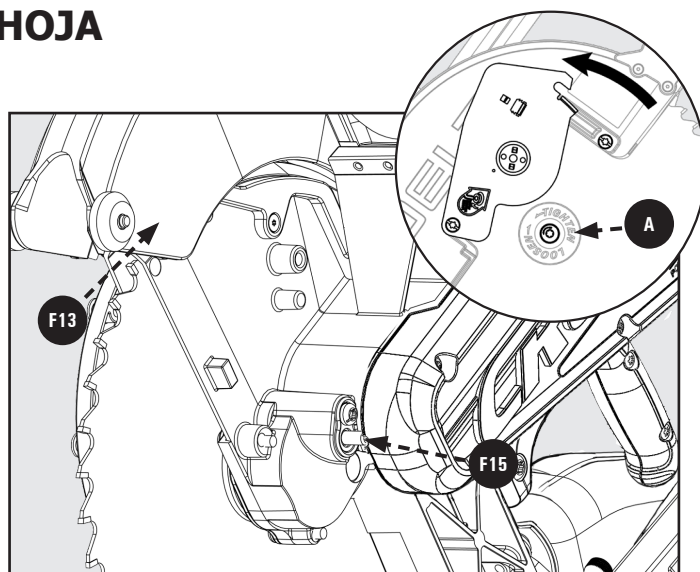

Figura 8
3. Gire la protección de la hoja inferior **F13** hacia arriba para exponer el perno de la hoja **A**. Sostenga la protección de la hoja inferior con el pulgar derecho y pulse el botón de bloqueo de eje **F15** con el dedo índice derecho al mismo tiempo. Consulte la Figura 8.